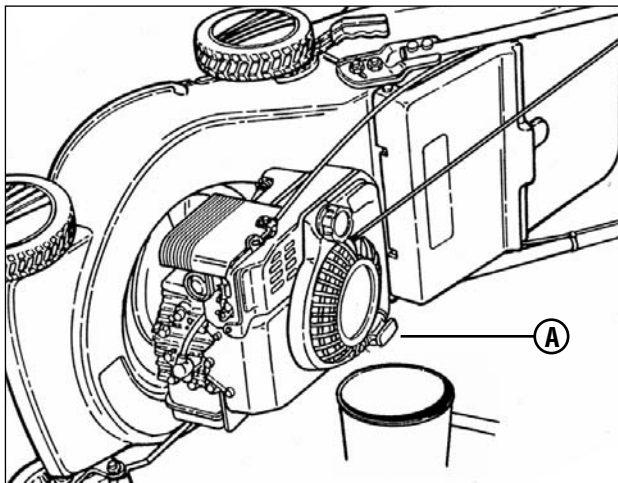

Figure 9 : Vidange de l'huile de moteur
2. Basculez la tondeuse sur le côté, avec le remplissage d'huile (**A, Figure 9**) vers le bas. Ne basculez pas la tondeuse en ayant la bougie ou le carburateur en bas.